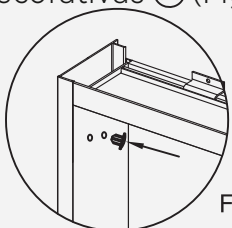
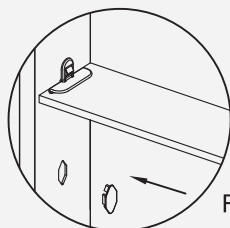

Fig 18
Fig 19
3. Llene los agujeros restantes con tapones para agujeros ③ (Fig 18). Cubra los demás agujeros de los clips del estante con cubiertas decorativas ⑭ (Fig 19).